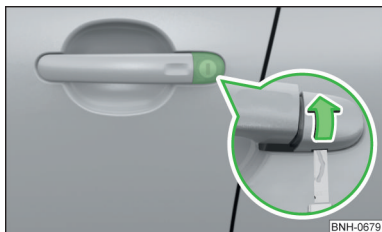

Abb. 249 Griff an der Fahrtür: Schlossabdeckung aufklappen
- Den Schlüssel in die Aussparung an der Unterseite der Abdeckung einschieben und die Abdeckung in Pfeilrichtung aufklappen » Abb. 249.